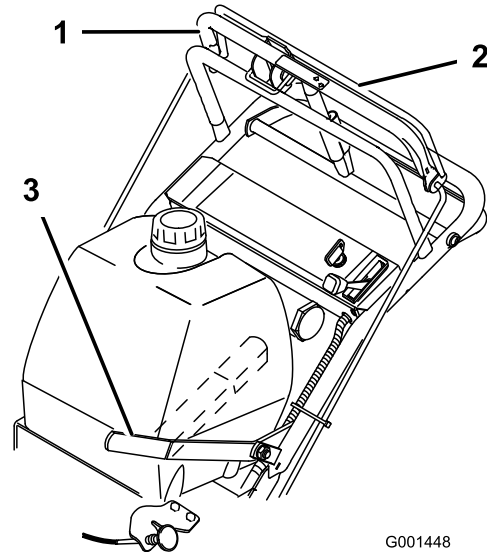

Figure 8
1. Pour engager les lames, serrez la barre de commande des lames contre la barre de commande supérieure (Figure 8).
Pour désengager les lames, tirez le levier de commande des lames (PDF) à fond en arrière (Figure 8). Le moteur s'arrête quand vous relâchez la barre de commande des lames alors que le levier de commande des lames est engagé.